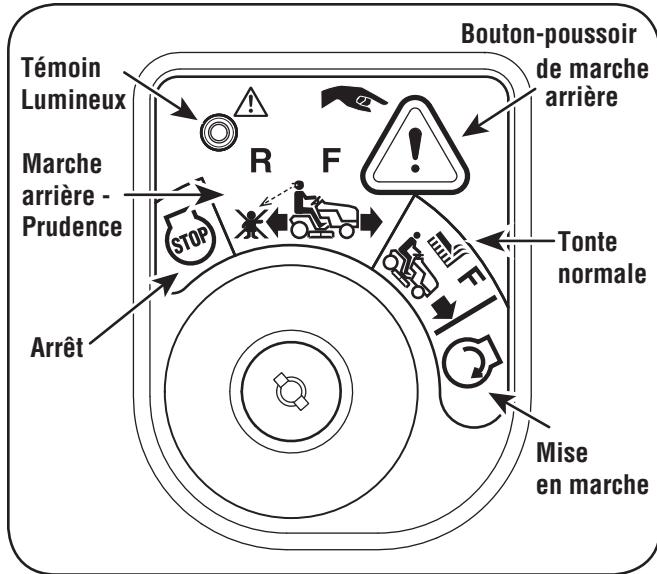

Figure 5-1
2. Déplacez la clé de la position « NORMAL MOWING » (Verte) (Tonte normale) à la position « REVERSE CAUTION MODE » (Jaune) (Marche arrière - Prudence). Voir la Figure 5-1.
3. Appuyez sur le BOUTON-POUSSOIR DE MARCHE ARRIÈRE (Bouton triangulaire orange) dans le coin supérieur droit du module d'allumage. Le témoin lumineux rouge dans le coin supérieur gauche s'allume quand la marche arrière est embrayée. Voir la Figure 5-1.